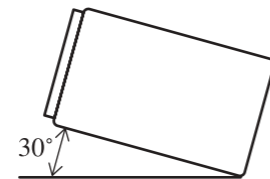

Рис. 9
- Если установить устройство под углом более 60°, качество работы устройства, возможно, не будет оптимальным. (Рис. 9)